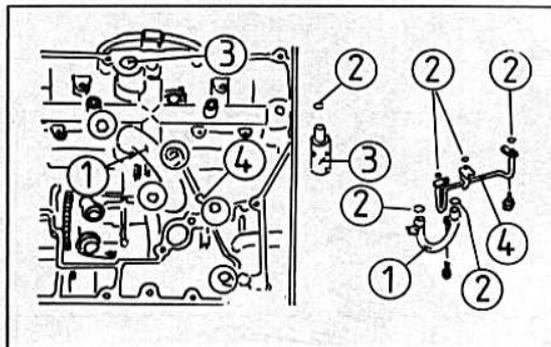

Bild 203
- Die Öldruckleitungen ausbauen (Bild 203).